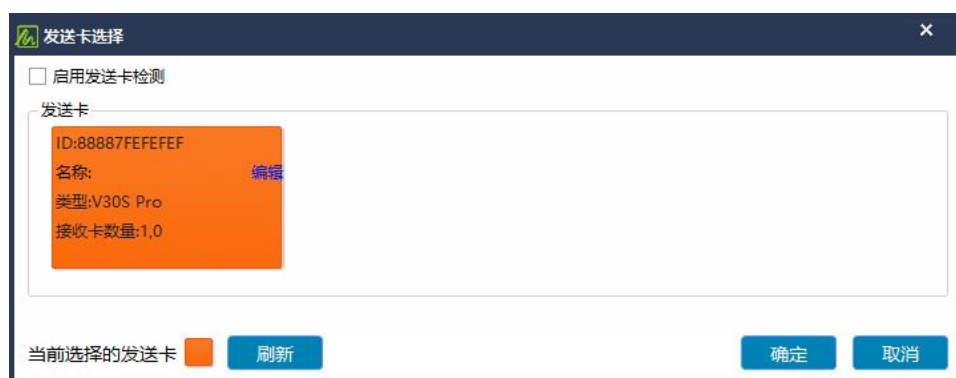

图 4-2-12 发送卡选择图
- **切换发送卡：**在多张发送卡时，可点击“切换发送卡”按钮，进入发送卡切换界面，如图 4-2-12 所示。